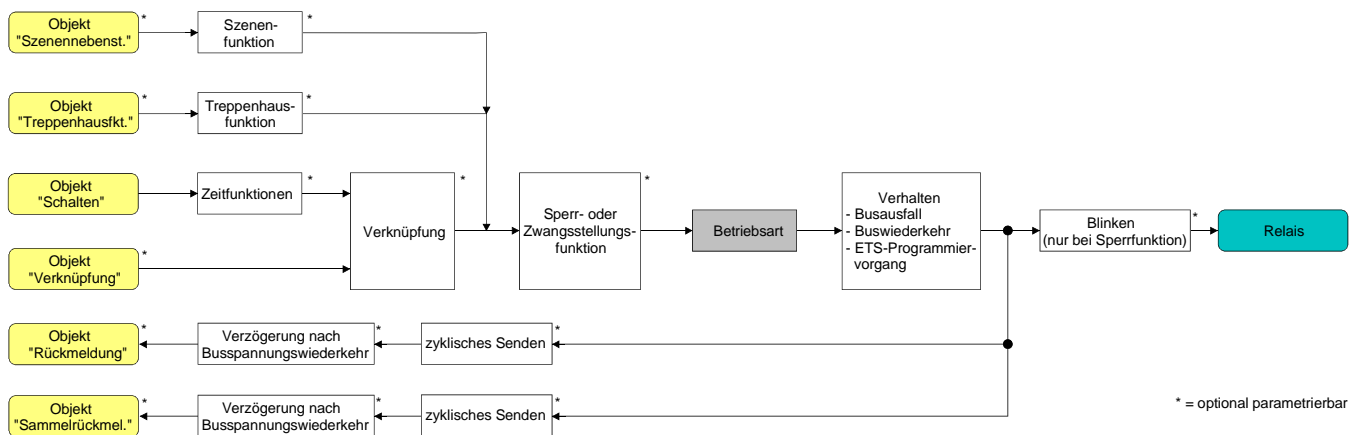

Bild 6: Funktionsschaltbild "Betriebsart"
- ❗ Der logische Schaltzustand ("ein - 1" oder "aus - 0") wird durch das Kommunikationsobjekt "schalten" eingestellt und durch die Funktionen beeinflusst, die optional aktiviert werden können (z. B. Zeit-/Treppenhausfunktionen, Verknüpfungen, Sperr-/Zwangsfunktionen, Szenen – vgl. Bild 6).